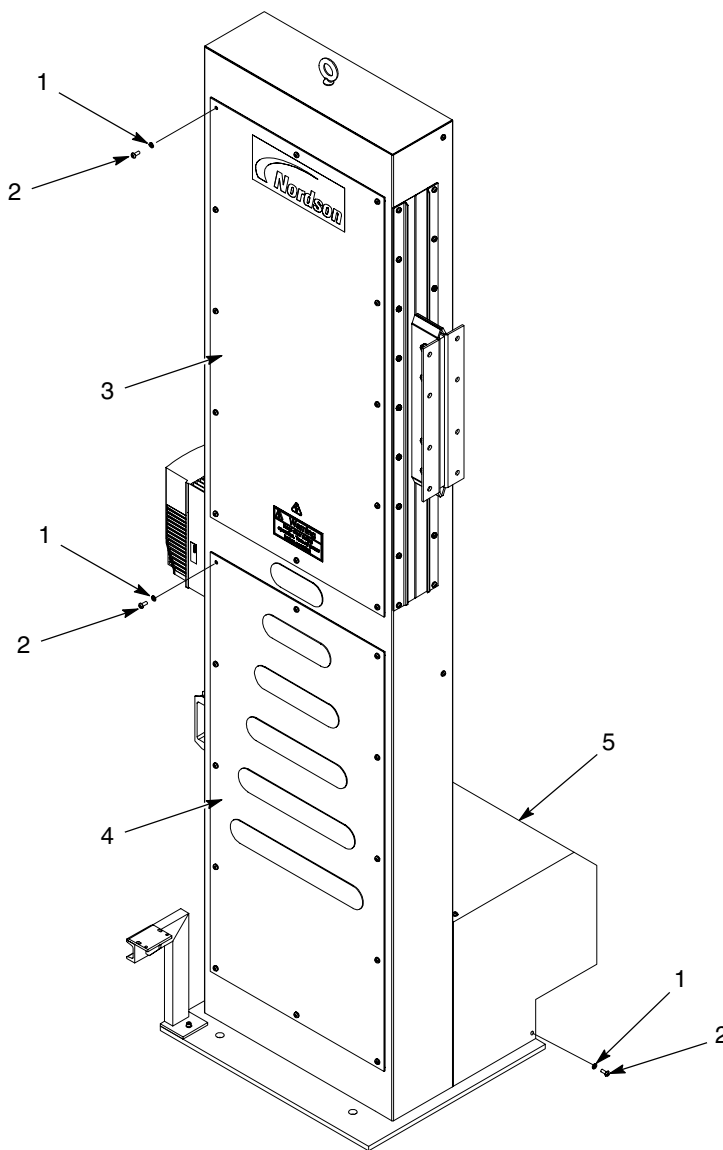

Рис. 11 Снятие крышек
1. См. рис. 11. Вывернуть винты (2) и снять стопорные шайбы (1) соответствующей панели (3, 4) или крышки электродвигателя (5) моторедуктора, чтобы получить доступ к компонентам манипулятора.